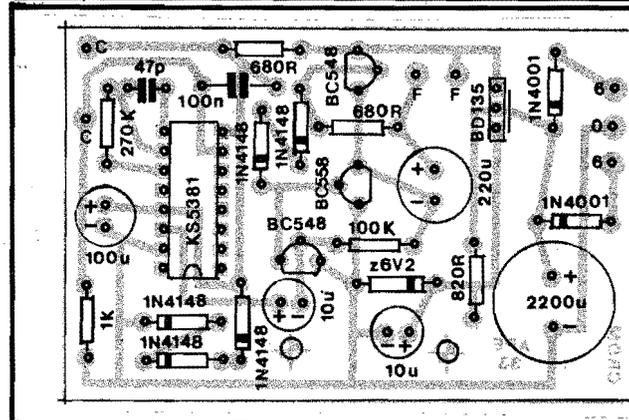

Fig. 9
- FIG. 9 - "CHAPEADO" - A colocação dos componentes sobre a face não cobreada da placa encontra-se detalhada na figura. Embora tudo mereça atenção e cuidado, alguns pontos são especialmente críticos: a posição de todos os componentes polarizados, quais sejam: o Integrado, os transistores, os diodos (inclusive o *zener*) e os capacitores eletrolíticos. Quanto a transistores e diodos, notar que existem, no circuito, mais de um código de cada um desses tipos de componentes... Assim, cuidado para não "trocar as bolas"... A respeito de resistores, observar seus valores em função de suas posições na placa (trocou, "dançou"...). O transistor BD135 apresenta uma face metalizada que, na figura, está simbolizada pelo traço extra, voltado para a posição ocupada por um diodo 1N4001. Atenção... Depois de tudo soldado, conferir cada item, posição, código e polaridade, as condições dos pontos de solda (pela face cobreada), na busca de eventuais "corrimentos", "curtos" ou insuficiências